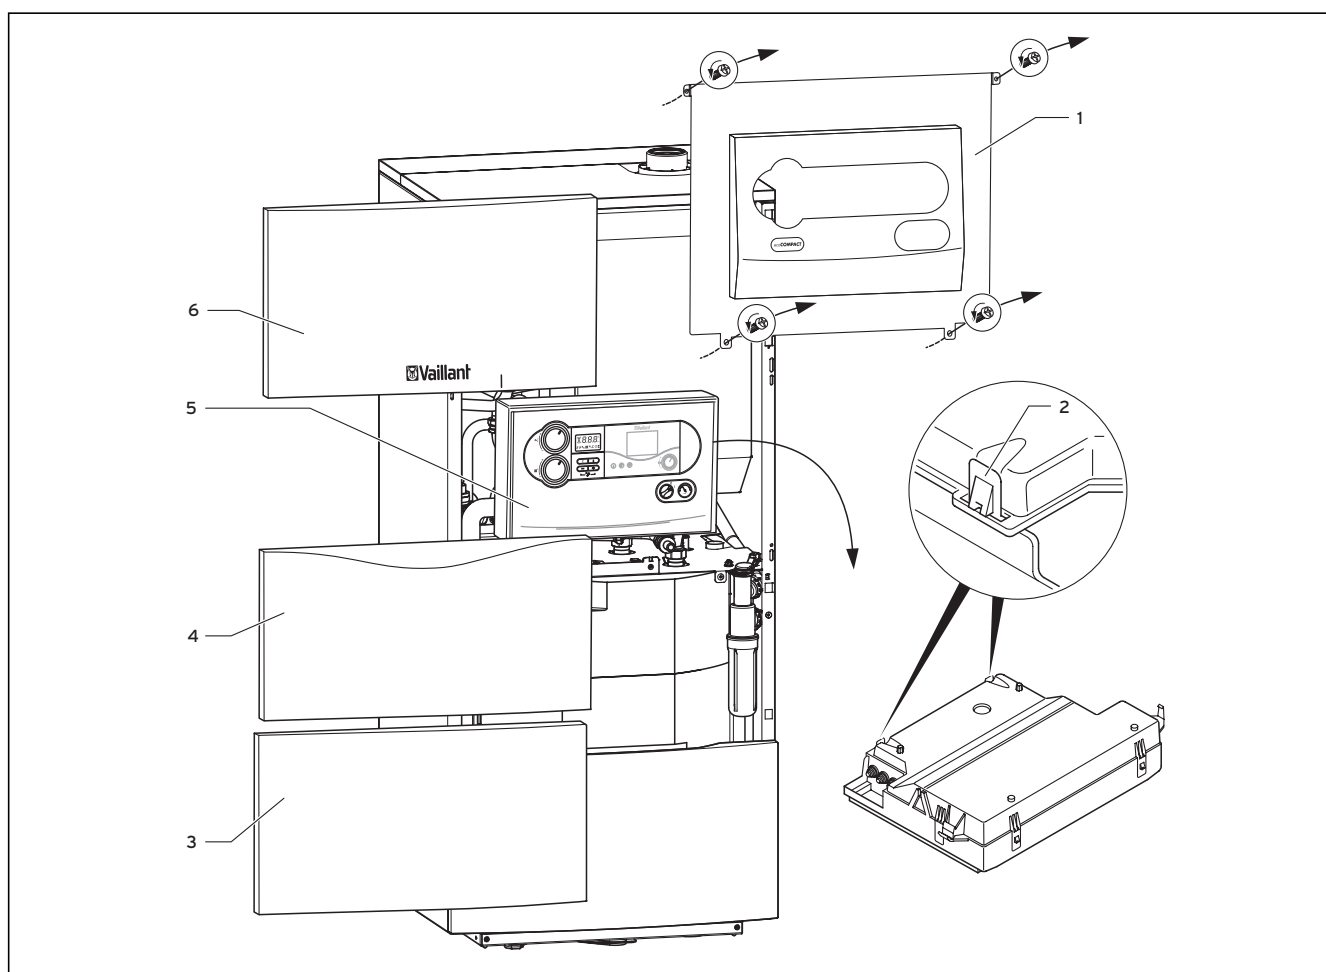

Рис. 5.6 Демонтаж обшивки прибора
- Откройте прибор (ср. рис. 5.6 и указания на стр. 20).
- Отвинтите резьбовое соединение (1) циркуляционной трубы от соединительной детали и закройте патрубок прилагающимся уплотнением (3) и колпачком (2).
При соединительной электропроводке соблюдайте следующий порядок действий, см. рис. 5.6: